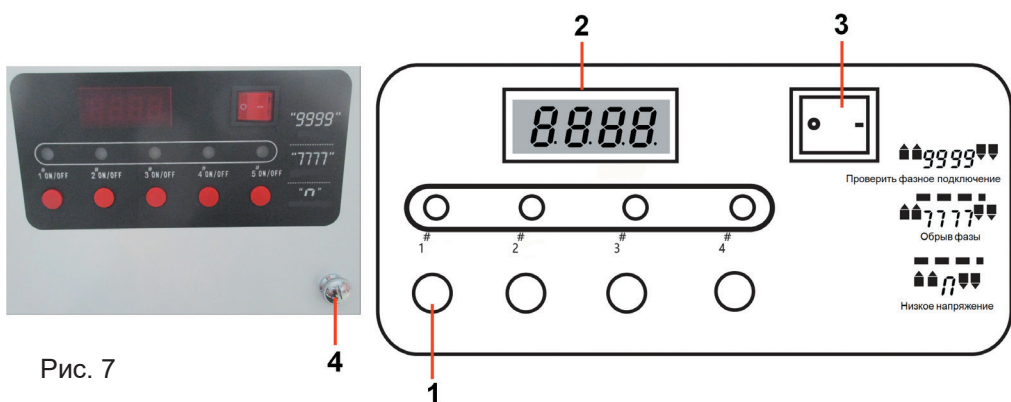

Рис. 7
Внимание! Все работы по подключению к электросети должны выполняться квалифицированным мастером-электриком. В соответствии с цветовым обозначением фаз питающей сети подключите электрокабель, согласно прилагаемой схеме. При правильном подключении, на информационном табло отобразится напряжение питающей сети 380 В (рис.7).
В случае вывода на информационном табло отображаются ошибки - «9999», «7777» (рис.7), необходимо проверить межфазное напряжение и правильность подключения фаз.
2. Нажмите кнопку включения 3 на панели управления (рис. 7).